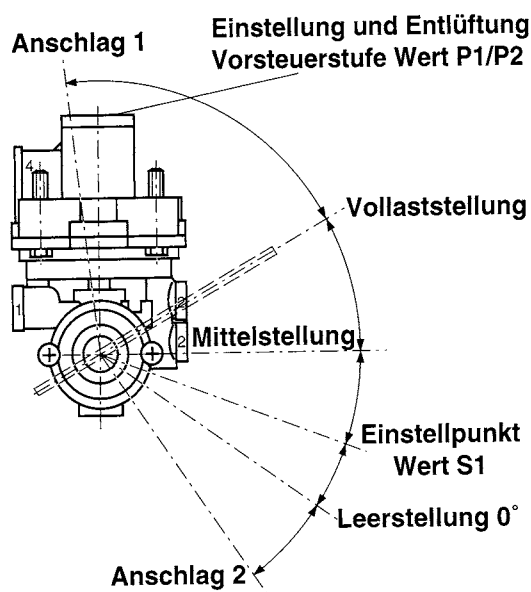

Abb. 2
#### Einstellen des 0°-Winkels ( vgl. Abb. 2)
- 3.10 Den Betätigungshebel auf die  $0^\circ$  - Stellung des Bremskraftreglers einstellen (vgl. Abbildung 2). Den Anschluß 4 mit 0,5 bar belüften. Das Manometer 3 muß einen Druckanstieg erkennen lassen.